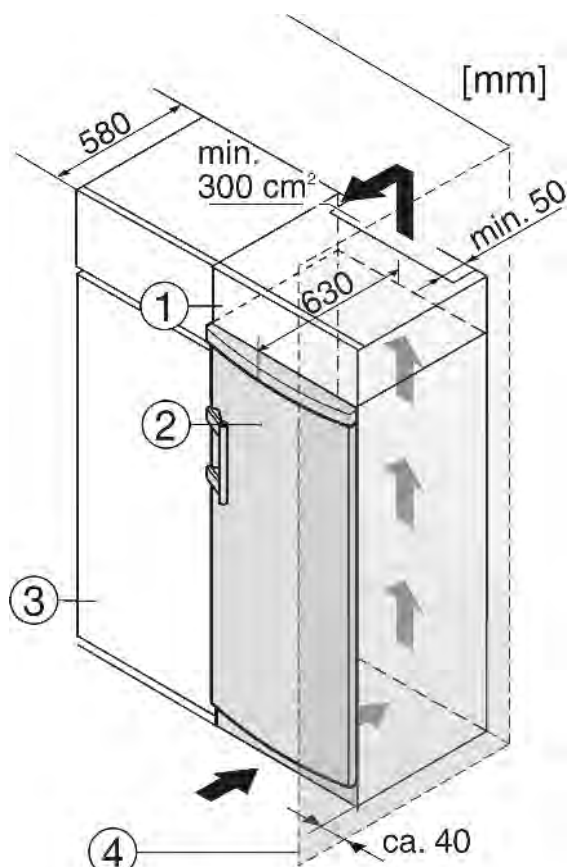

Fig. 9
Устройство может быть окружено предметами кухонной обстановки. Чтобы уравнивать устройство *Fig. 9 (2)* по высоте с кухонной стенкой, можно установить над устройством соответствующий дополнительный шкафчик *Fig. 9 (1)*.
При комбинировании с обычными кухонными шкафами (глубина макс. 580 мм) устройство можно установить непосредственно рядом с кухонным шкафом *Fig. 9 (3)*. Дверь устройства выступает по сторонам на 34 мм и по центру устройства на 50 мм относительно передней стенки кухонного шкафа. Поэтому ее можно свободно открывать и закрывать.
Если устройство установлено на шарнирах у стены *Fig. 9 (4)*, то расстояние между устройством и стеной должно быть не менее 40 мм. Настолько выступает ручка при открытой дверце.